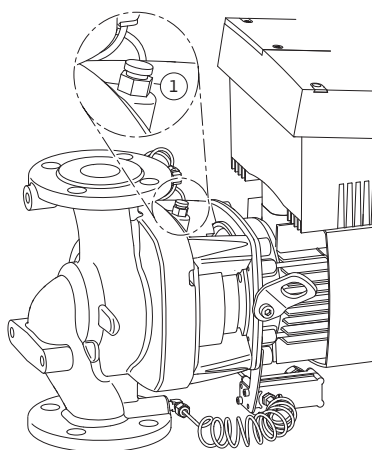

Fig. 49: Válvula de ventilação
6. Despressurizar a bomba, abrindo a válvula de ventilação (Fig. 49, pos. 1).